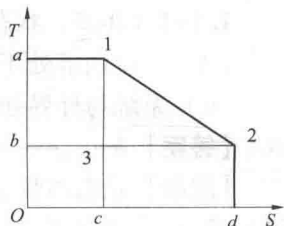

图 1.1-2
1.1-5 (2008) 图 1.1-2 为一热力循环的 $T-S$ 图，该循环中工质的吸热量是 ()。
- (A) $\frac{(a-b)(d-c)}{2}$
- (B) $\frac{(a+b)(d-c)}{2}$
- (C) $\frac{(a-b)(d+c)}{2}$
- (D) $\frac{(a+b)(d+c)}{2}$